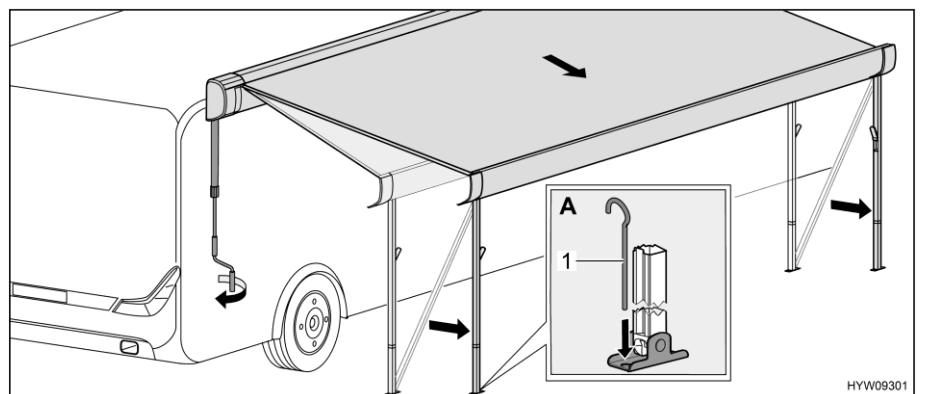

Fig. 51 Placer le store extérieur en position finale
- Fixer les pieds d'appui dans le sol avec des piquets (Fig. 51,1) (Fig. 51,A).